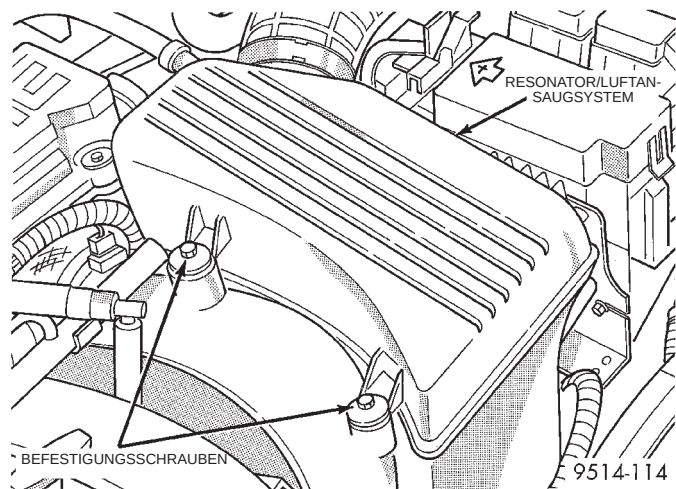

Abb. 82 Resonator/Luftansaugsystem
(1) Die beiden Schrauben lösen, mit denen der Resonator des Luftansaugsystems am Ansaugkrümmmer montiert ist (Abb. 82).